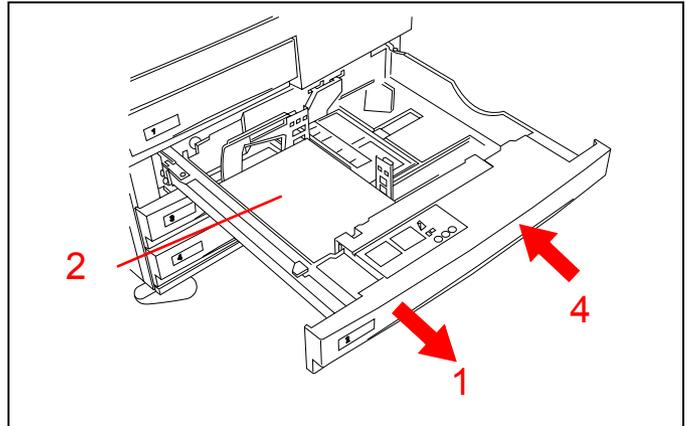

Figura 20
1. Consulte la Figura 20. Abra la bandeja del papel despacio. Si oye que el papel se está rasgando o arrugando, pare de abrir la bandeja e intente agarrar y quitar el papel sin abrirla más.